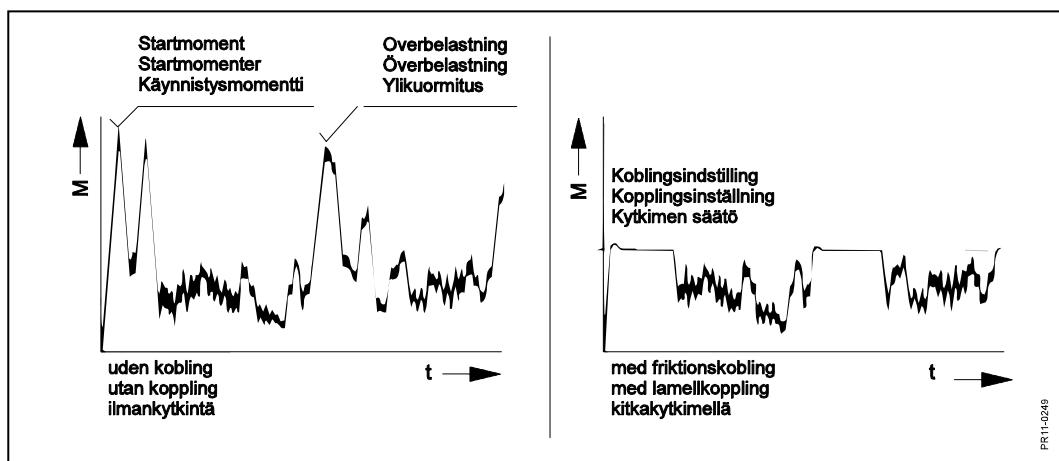

Fig. 5-1
**Fig. 5-1 For at sikre Deres traktor og maskine en lang levetid,** er maskinen leveret med **friktionskobling** på den forreste kraftoverføringsaksel. På figuren er det illustreret, hvordan koblingen beskytter transmissionen mod høje momentspidser, samtidig med at den er i stand til at holde momentet oppe, mens den glider.